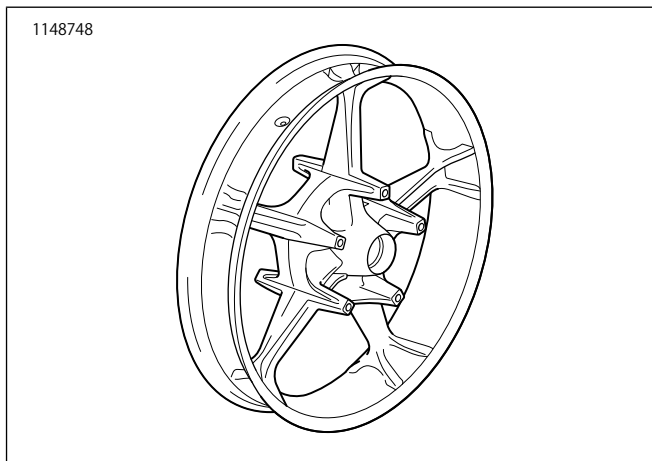

図1。交換用パーツ:AggressorFrontWheelKits (アグレッサーフロントホイールキット)
2. 「図1」を参照してください。バルブシステムアッセンブリー(L)をホイールに取り付けます。サービスマニュアルの「タイヤ」を参照してください。